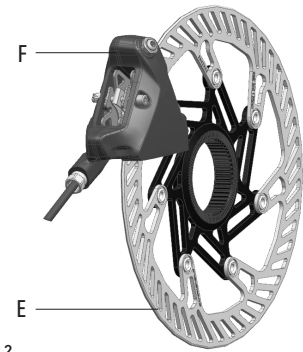

Abb.2
- Bremsscheibe (E - Abb.2)
- Bremssattel (F - Abb.2)